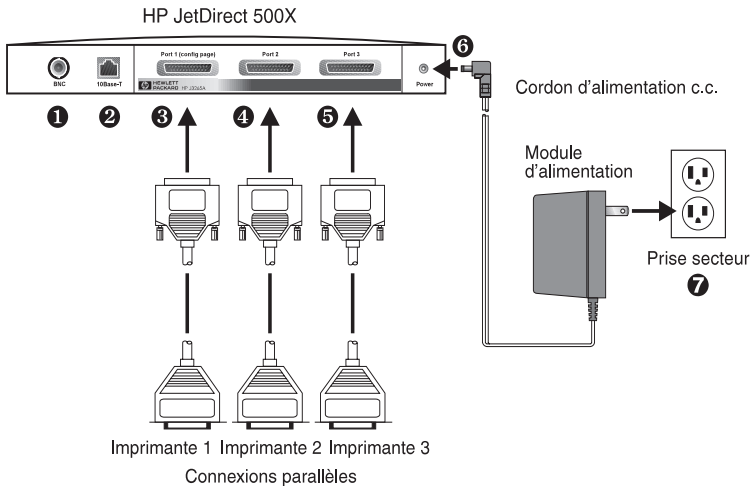

Figure 2.2 Serveur d'impression HP JetDirect J3265A - Connexions du matériel avec un module d'alimentation de type américain
Dans les étapes suivantes, les numéros encadrés correspondent à ceux de la figure 2.2. Les serveurs d'impression HP JetDirect 300X, 170X et EX Plus sont dotés d'un port d'imprimante ❸. Les serveurs d'impression HP JetDirect 500X Token Ring et 300X n'ont pas de port BNC ❶. Sur les serveurs d'impression HP JetDirect 500X et 300X, le connecteur RJ-45 ❷ sert au fonctionnement à 10 ou 100 Mb/s. Le serveur d'impression JetDirect 170X n'a pas de port BNC ❶.
5. Connectez le serveur d'impression au réseau ❶ ou ❷.
6. Connectez le serveur d'impression à l'imprimante ou aux imprimantes ❸, ❹ et ❺.